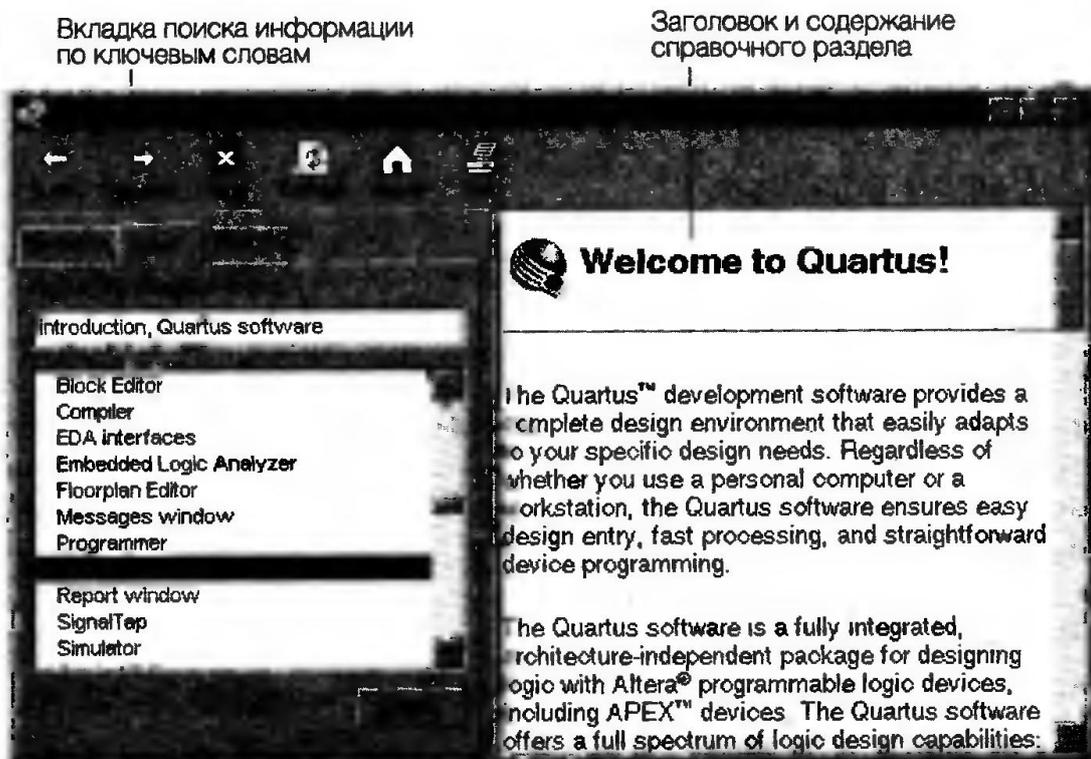

Рис. 3.1
1. В меню **Help** (справка) пакета Quartus выберите команду **Index** (ключевые слова). Если окно справочной системы Quartus уже открыто, можно сразу перейти на вкладку **Index** (рис.3.1).